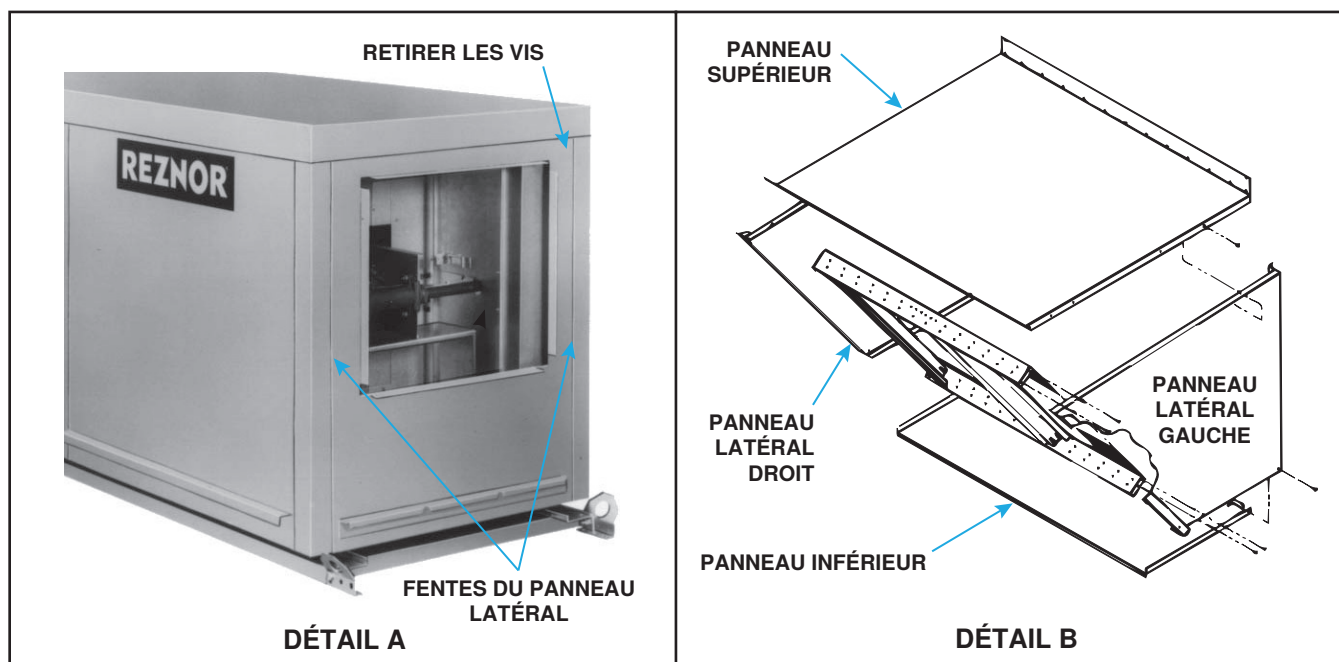

Figure 2. Installation du capot d'air extérieur
- a. À l'extrémité de l'entrée d'air de l'armoire, retirez et conservez la rangée de vis installées en usine (voir Figure 2, DÉTAIL A) qui fixent le panneau supérieur de l'armoire.
- b. Faites glisser le panneau supérieur de la hotte à air (voir Figure 2, DÉTAIL B) sous le bord du panneau supérieur de l'armoire (le bord du panneau supérieur de la hotte à air doit se trouver entre le dessus de l'armoire et le panneau d'extrémité) et fixez-le à l'aide des vis retirées à l'étape 2a.
- a. Faites glisser le panneau latéral droit (voir Figure 2, DÉTAIL B) dans la fente (voir Figure 2, DÉTAIL A) entre le panneau d'extrémité de l'armoire et le pied d'angle droit—assurez-vous que le panneau latéral est sous et à l'intérieur du panneau supérieur de la hotte d'air—et fixez-le à l'aide de vis à tôle.
- b. Répétez l'étape 3a pour installer le panneau latéral gauche (voir Figure 2, DÉTAIL B).
- a. Positionner le panneau inférieur (voir **Figure 2**, DÉTAIL B) de manière à ce qu'il soit à l'intérieur des deux panneaux latéraux et au-dessus de l'angle de support installé en usine. Fixez le panneau inférieur aux deux panneaux latéraux à l'aide de vis à tôle.
- (1) Desserrez légèrement (ne retirez pas) les vis d'angle de support.
- (2) Faites glisser l'angle de support vers le haut (les trous sont fendus) de manière à ce qu'il soit contre le panneau inférieur.
- (3) Serrez les vis de l'angle du support.